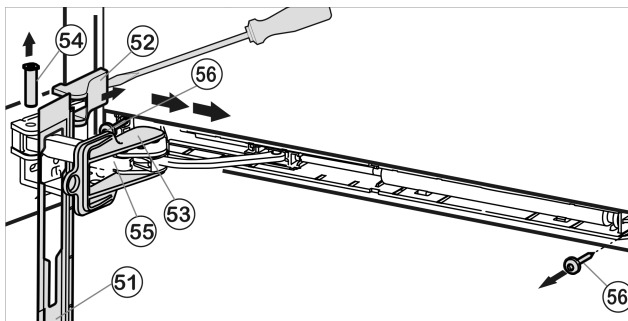

Fig. 19
- Desplace hacia delante el panel a través del estribo del amortiguador Fig. 19 (55) en dirección del aparato.
- Encaje el seguro Fig. 19 (53) en el agujero oblongo.
- Levante la cubierta Fig. 19 (52) con el destornillador desde la parte exterior y extráigala hacia fuera.
- Extraiga el perno Fig. 19 (54) presionando desde abajo.
- Presione el estribo del amortiguador Fig. 19 (55) en dirección de la puerta.
- Retire el panel Fig. 19 (51).
- Desatornille toda la unidad de amortiguador de cierre (2 Torx 15) Fig. 19 (56).